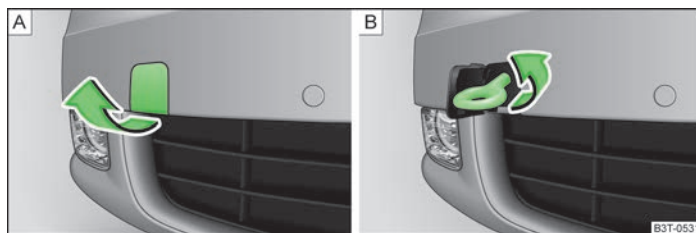

Fig. 181 Paragolpes delantero: Desmontaje de la caperuza protectora/montaje de la argolla de remolque
- Sacar la caperuza protectora del paragolpes delantero. » [fig. 181 - \[A\]](#).
- Atornillar la argolla de remolque hacia la izquierda hasta el tope » [fig. 181 - \[B\]](#), y tirar de ella lo más firmemente posible. Para fijar la argolla recomendamos utilizar p. ej. la llave para rueda, la argolla de remolque de otro vehículo u otro objeto parecido que se pueda pasar por la argolla.